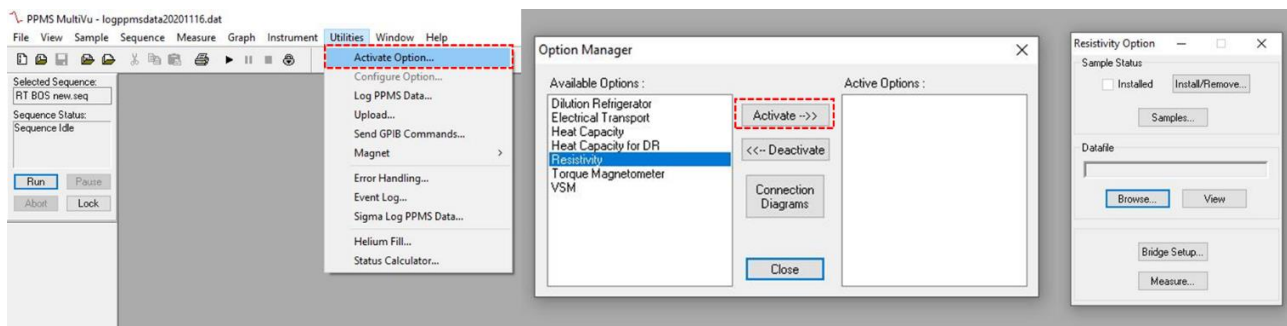

图 6.11 激活 Resistivity 选项
- 2) 如图 6.11 所示激活 ‘Resistivity’ 选件：点击 ‘Utilities’ 选项下的 ‘Activate Option’，在弹出的对话框中选择 ‘Resistivity’，然后点击 ‘Activate’，此时会弹出 Resistivity Option 对话框；